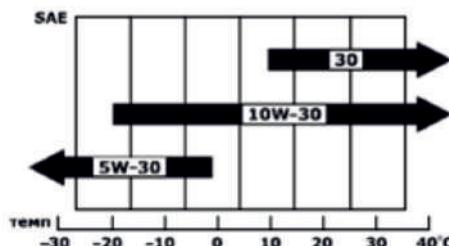

Рис. 29
- Открутите крышку с контрольным щупом маслозаливной горловины, расположенной на корпусе картера двигателя, и протрите щуп от масла (Рис. 29).